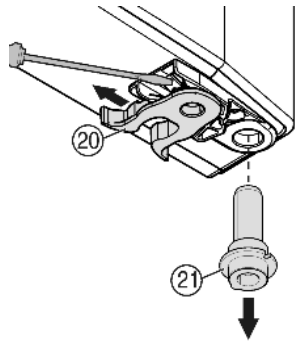

Fig. 9
- ▶ Spaustuvo Fig. 9 (20) perkėlimas: įspauskite noselę, per ją ištraukite spaustuką.
- ▶ Ištraukite atraminę gembę Fig. 9 (21) iš durų įvorės ir kartu su poveržle įstatykite priešingoje pusėje. Fiksavimo noselė turi būti nukreipta į vidinę durų pusę, o įranta – į išorę.
- ▶ Pasukite duris žemyn ir įstatykite atraminį varžtą Fig. 9 (21) į atraminę gembę. Jei reikia, pasukite atraminį varžtą, kad jis galėtų užsifikuoti.